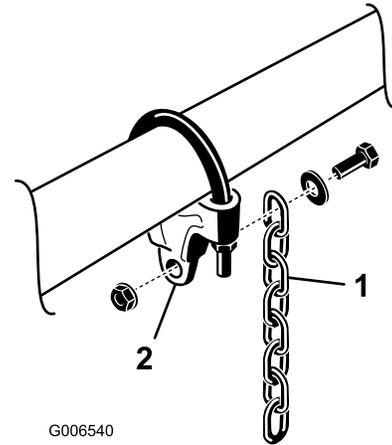

Figura 8
7. Monte una cadena de elevación a cada soporte con un tornillo, una arandela y una tuerca, colocados según se indica en la Figura 8.